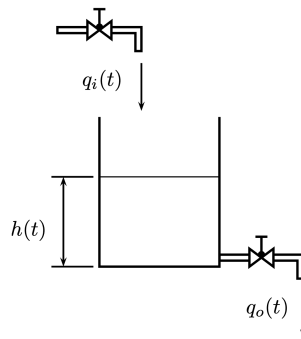

Figura 1: Sistema hidráulico.
1. Diseñar y simular un sistema de control basado en automatismos (álgebra booleana) que permita regular el llenado del tanque de la Figura 1. Se debe considerar el flujo de entrada total como  $q_i = Y_1 q_1 + Y_2 q_2 + Y_3 q_3$ , donde  $(Y_1, Y_2, Y_3)$  son las respectivas funciones de activación. Caudal máximo de entrada 3 Lt/seg, ajuste adecuadamente  $q_1, q_2$  y  $q_3$ . Para el control de sistema se cuenta con cuatro sensores los cuales se deben disponer de forma adecuada a lo largo del tanque. El sistema se puede considerar de primer orden con un tiempo muerto con la siguiente función de transferencia: